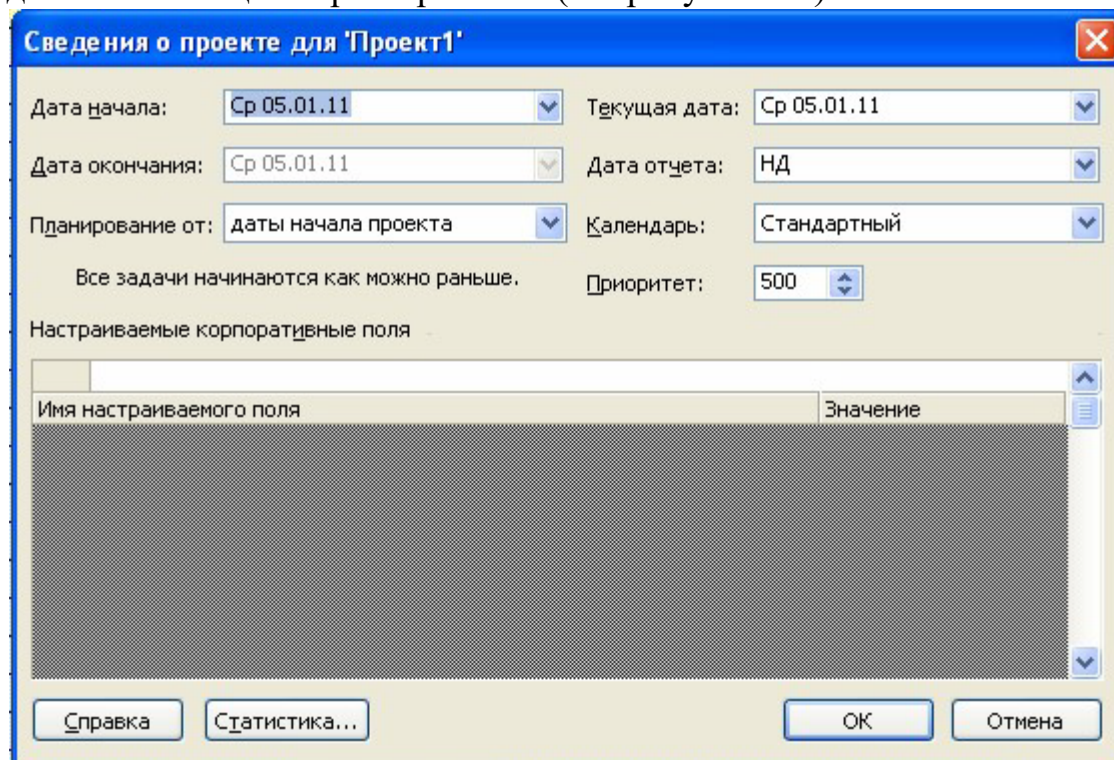

Рисунок 3.3 - Диалоговое окно "Сведения о проекте"
2. Установить параметры проекта автоматизации в целом. Для этого необходимо командой меню **Project-Project Information (Проект-Сведения о проекте)** открыть диалоговое окно **Project Information (Сведения о проекте)**, в котором можно определить его общие характеристики (см. рисунок 3.3).